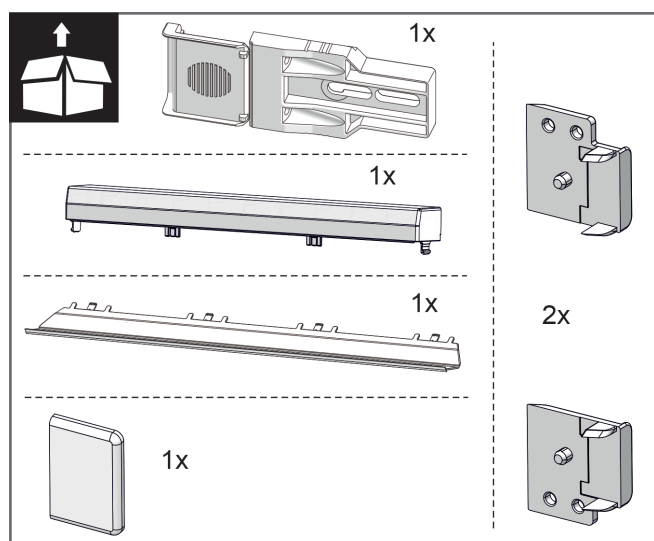
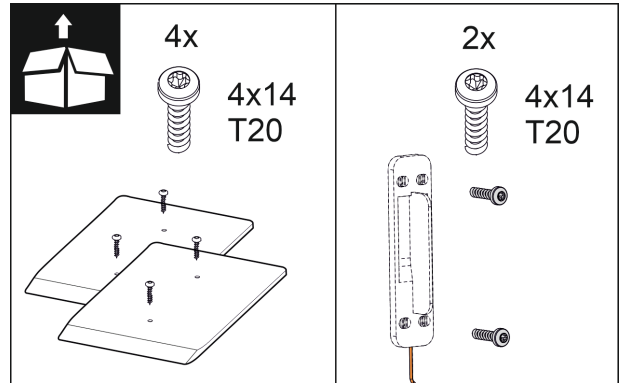

Fig. 10
Fig. 16
2. Montageteile im Beipack überprüfen. *Fig. 10 () bis Fig. 16 ()*
### Montageteile im Beipack *Fig. 10 () bis Fig. 16 ()*